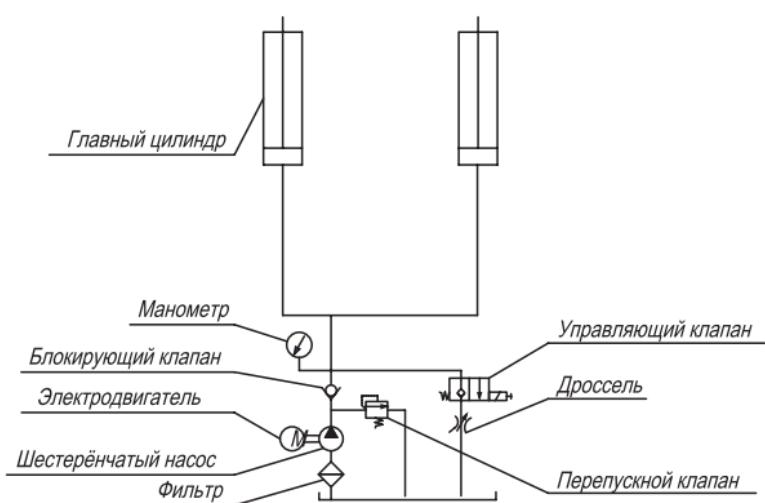

Рисунок 6. Гидравлическая схема.
- Подсоедините гидрошланги к фитингам, расположенным на зафиксированных платформах, в соответствии с цифрами, показанными на них, согласно схеме (рис. 6). Полностью затяните их во избежание протечек.